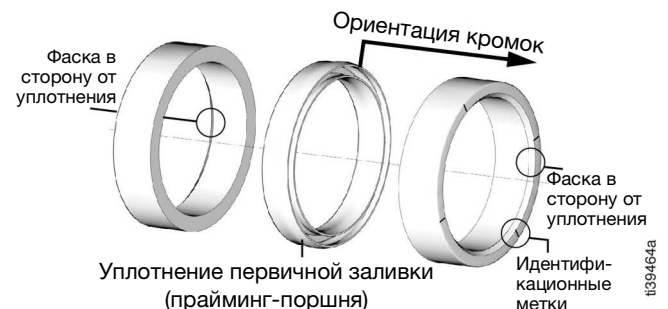

Рис. 28
- Фаска на опорных кольцах уплотнения должна быть направлена в сторону от уплотнения (Рис. 28).